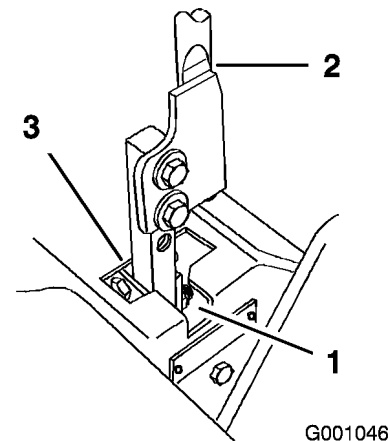

Figure 60
5. Placez le levier au point mort, sans le verrouiller (Figure 60).
6. Tirez-le ensuite en arrière jusqu'à ce que l'axe de chape (situé sur le bras au-dessous de l'axe de pivot) touche l'extrémité de la fente (c.-à-d. commence juste à appuyer sur le ressort) (Figure 60).
7. Vérifiez la position du levier par rapport au cran de la console (Figure 60). Il doit être centré de façon à pouvoir pivoter vers l'extérieur jusqu'à la position de verrouillage du point mort.